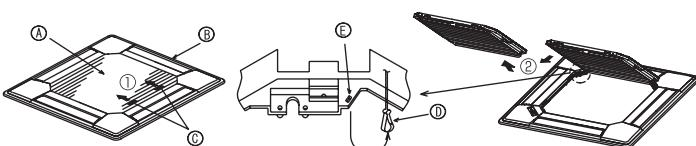
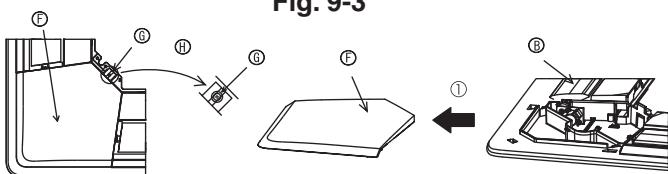

Fig. 9-3
Fig. 9-4
9.2.1. Demontering av insugsgrillen (Fig. 9-3)
- Skjut armarna i den riktning som visas på pilen ① för att öppna grillen.
- Med insugsgrillen i läge "öppen", ta bort gångjärnen på insugsgrillen från grillen som visas med pilen ②.
9.2.2. Demontering av hörnpanel (Fig. 9-4)
- Demontera skruven från hörnet på hörnpanelen. Skjut hörnpanelen som visas med pilen ① för att ta bort hörnpanelen.
[Fig.9-3] [Fig.9-4]